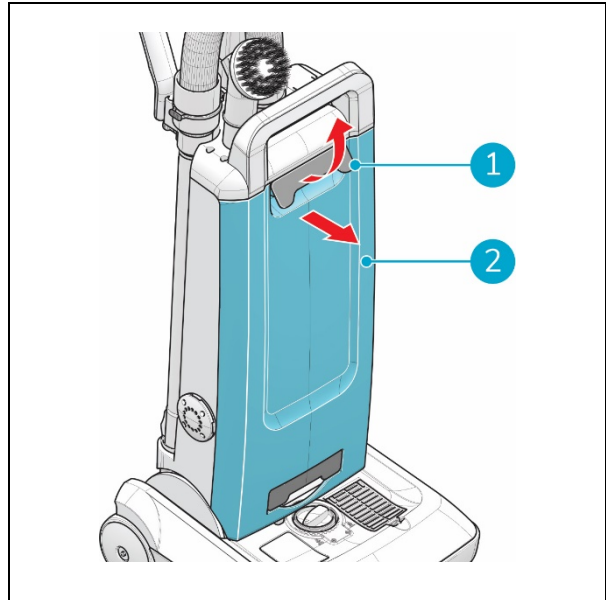

Figura 21
1. Puxe a alavanca de abertura da tampa frontal (Figura 21, posição 1) e retire a tampa frontal (Figura 21, posição 2).